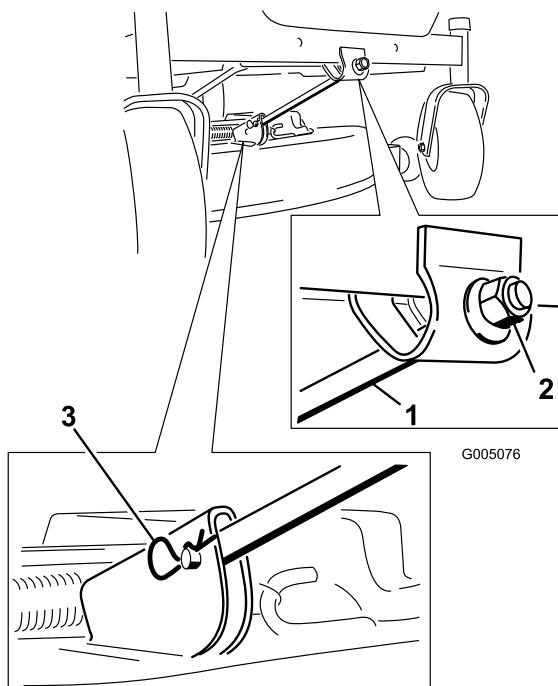

Figura 42
- Retire el pasador y la chaveta de la varilla de soporte delantera (Figura 42). Baje cuidadosamente la parte delantera de la plataforma del cortacésped al suelo.
6. Conecte la varilla de soporte delantera a la plataforma del cortacésped con el pasador y la chaveta (Figura 42).